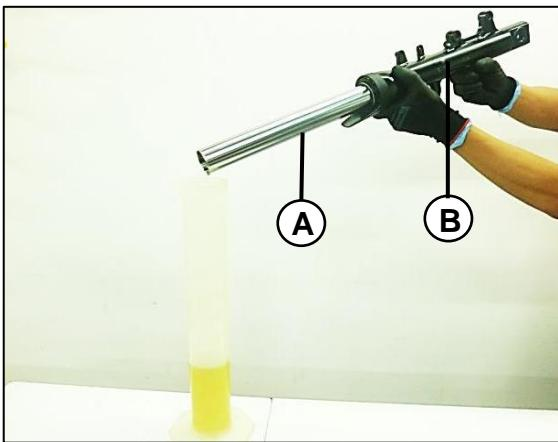

Fig. 08
Para garantizar la salida de todo el aceite contenido dentro de la suspensión, mueva la barra(A) respecto a la botella (B) hacia delante y hacia atrás. **Fig. 08**